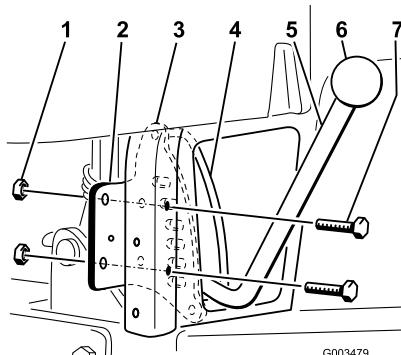

Figura 3
- Coloque la placa de retención sobre la palanca de elevación del escarificador. La palanca debe pasar entre la placa de retención y la guía de la palanca (Figura 3).
- Instale la placa de retención a la derecha del tubo vertical derecho del bastidor trasero con 2 pernos (5/16 x 2-1/2 pulg.) y 2 contratuerca (5/16 pulgada), según se muestra en Figura 3. (Retirar en el Paso 1, procedimiento 3.)
- Enrosque el pomo en la palanca de elevación (Figura 3).